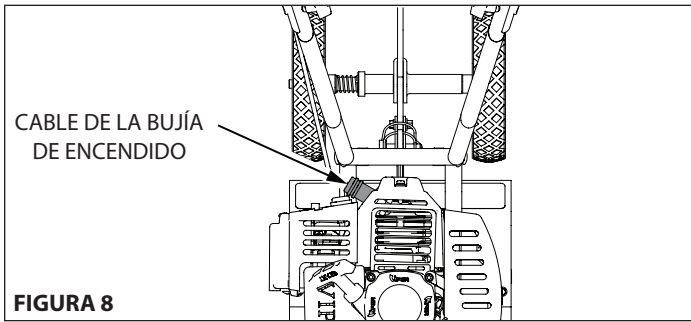

FIGURA 8
**Pasos para trabajar en los equipos (CONSULTE LA FIGURA 8):**